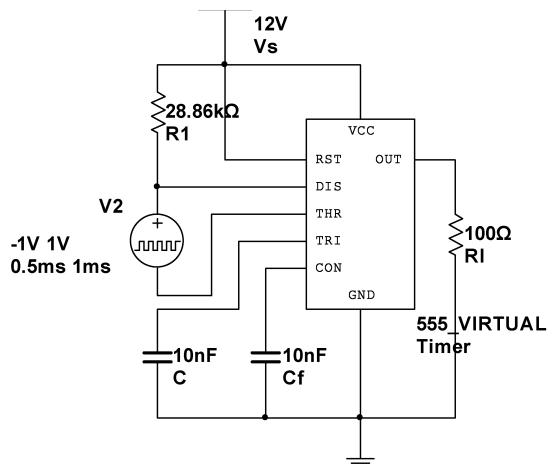

图 9-66 555 单稳态多谐振荡电路原理图
本例要求根据图 9-66 所示的 555 单稳态多谐振荡电路原理图，完成电路的扫描特性分析。
4) 单击“元器件”工具栏中的“放置源”按钮 ，在 Sources 库中选择脉冲电压源 PULSE_VOLTAGE，放置电路中并进行连接，绘制的仿真电路如图 9-66 所示。